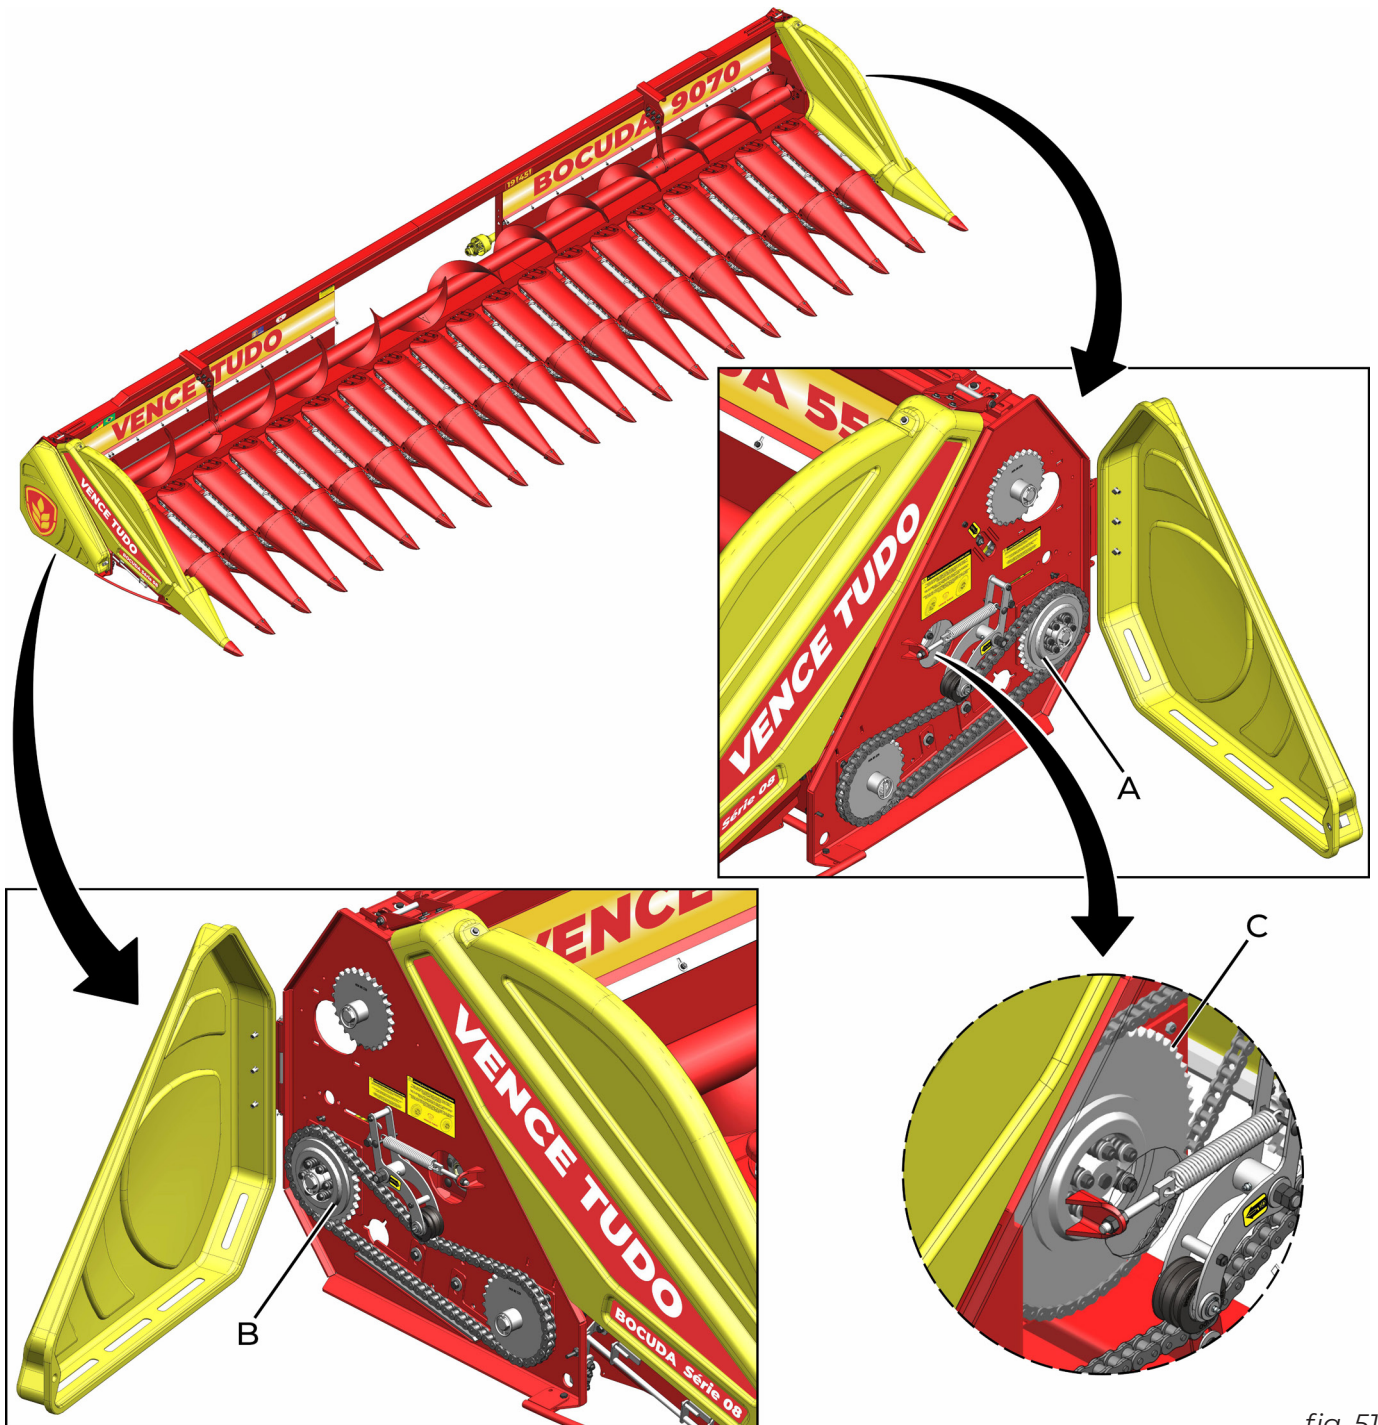

fig. 51
A PLATAFORMA PARA MILHO VENCE TUDO, BOCUDA SÉRIE 08, possui um mecanismo de proteção do sistema de transmissão: o limitador de torque. No total, estão dispostos 3 limitadores, um (A) (fig. 51) para as linhas acionadas do lado esquerdo, outro (B) para as linhas acionadas pelo lado direito e um (C) para o sem-fim alimentador.